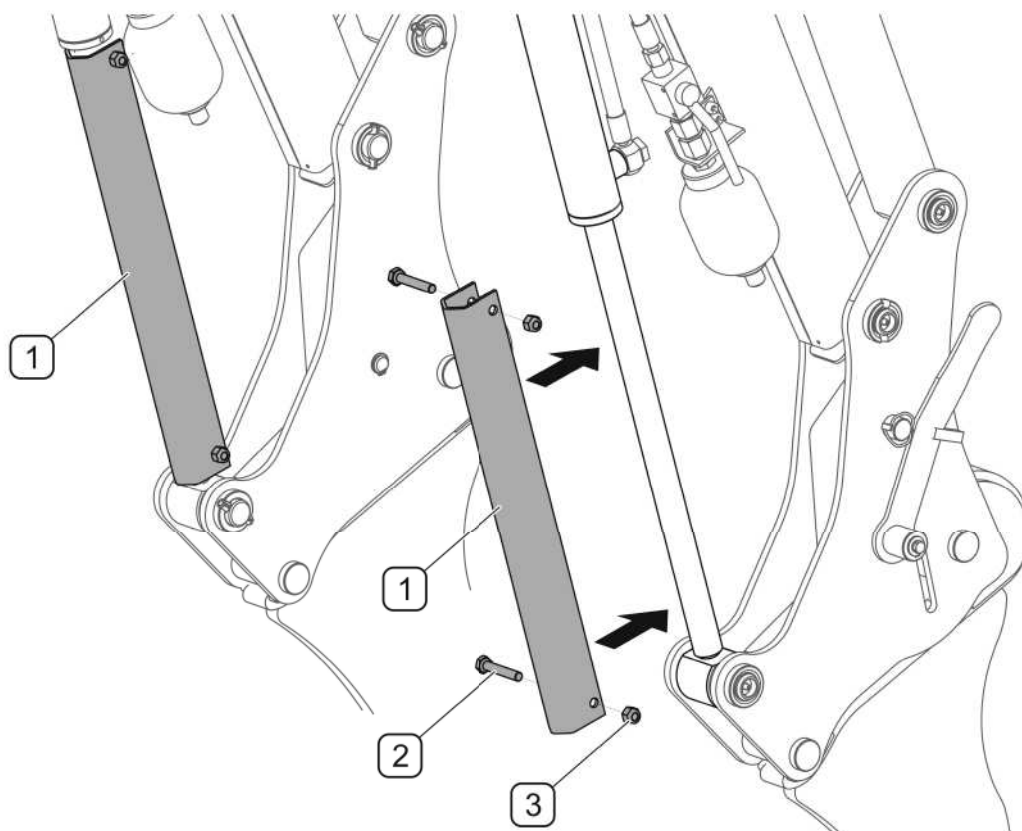

РИСУНОК 5.1 А Сервисные блокировки
Сервисные блокировочные приспособления (1) служат для фиксирования стрелы в поднятом положении (РИСУНОК 5.1 А) и используются в ходе ремонтов, консервации и сервисного обслуживания фронтального погрузчика. Сервисные блокировки можно использовать только в том случае, если стрела погрузчика закреплена на несущей раме.